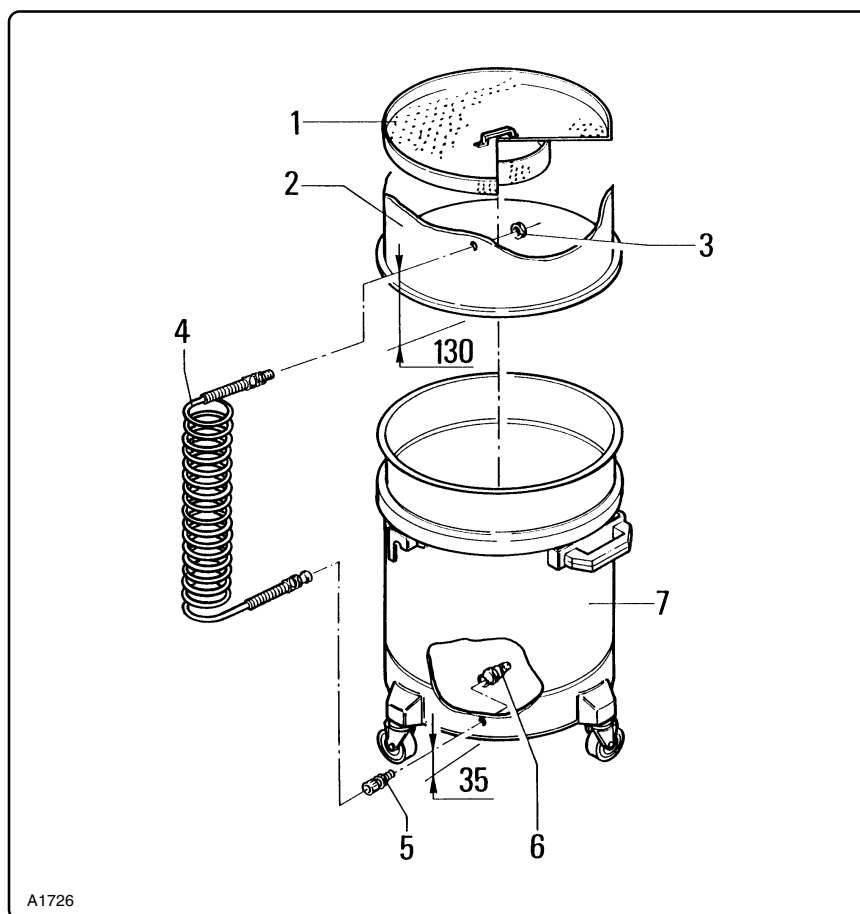

Fig. 6.10.3
**6.10.3- Griglia e depressore (fig. 6.10.3)**
**6.10.3- Plate and suction pipe (fig. 6.10.3)**
**6.10.3 - Grille et dépresseur (fig. 6.10.3)**
**6.10.3 - Dekantierungssieb und Saugrohr (Abb. 6.10.3)**
*Die Bohrung mit Durchmesser 17 mm auf dem Behälter "7" anfertigen und eine zweite Bohrung mit gleichem Durchmesser auf dem Gehäuse der Filterkammer "2", und zwar in dem Abstand davon, der in der Zeichnung Abb. 6.10.3 zu sehen ist.*